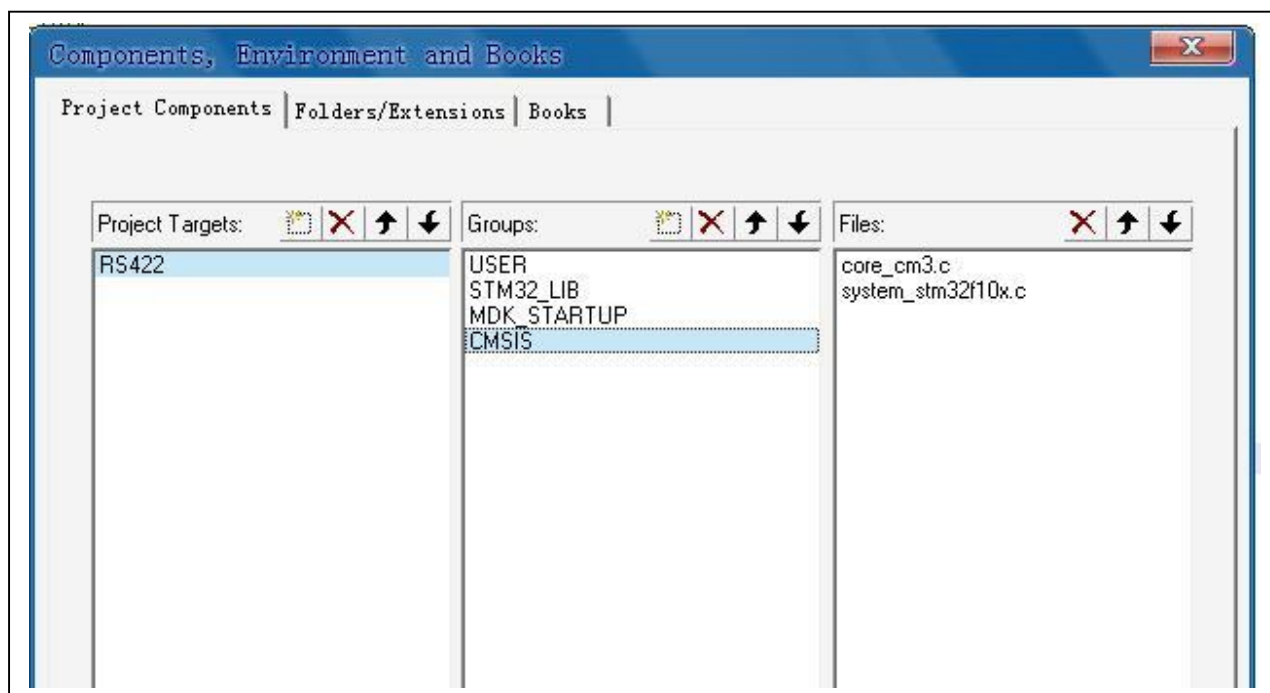

图 9
4.6 在 “CMSIS” 条目的 “Files” 栏中添加目录 “V1” è “Libraries” è “CMSIS” è “CMB” è “CoreSupport” 下的 “core_cm3.c” 和目录 “V1” è “USER” è “SRC” 下的 “system_stm32f10x.c” 这 2 个文件（见图 9）。